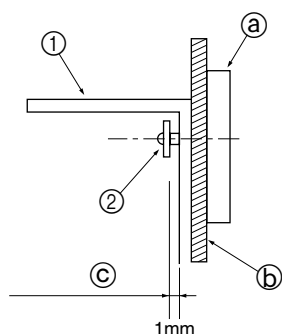

Fig. 3-4
- Zunächst die Klammer an der Wand montieren und dann die Schrauben anziehen, so daß die Klammer nach oben und unten geschoben werden kann. (Fig. 3-4)
- ① Klammer, die das Umkippen verhindert
- ② Blechschraube